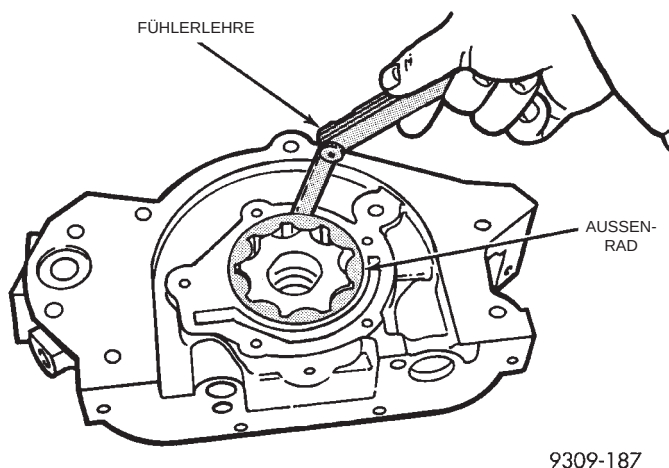

Abb. 117 Messen des Außenradspiels im Gehäuse
(5) Außenrad in das Pumpengehäuse legen, mit den Fingern an eine Seite des Pumpengehäuses drücken und Spiel zwischen Außenrad und Pumpengehäuse messen (Abb. 117). Bei einem Spiel von 0,39 mm (0,015 Zoll) oder mehr Pumpengehäuse nur dann austauschen, wenn das Außenrad den Sollwerten entspricht.